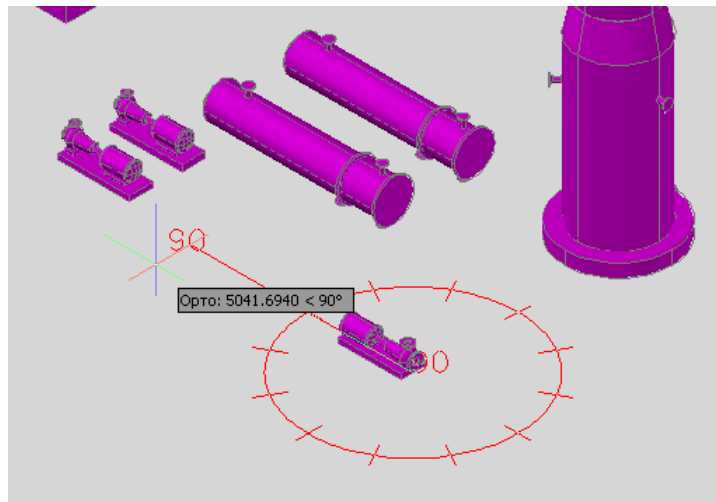

Рис. 69
- Сориентируйте насос, как показано на Рис. 69.